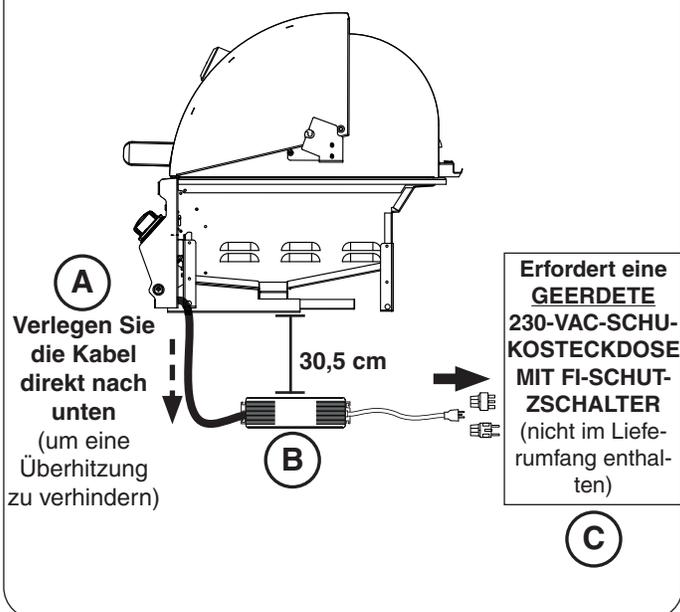

Abb. 26-1 Elektroinstallation
1. Verlegen Sie die Kabelverlängerung unter dem Bedienfeld und direkt nach unten. Dadurch wird eine Überhitzung verhindert. Verlegen Sie die Kabelverlängerung **NICHT** unter dem Grill. Siehe Abb. 26-1, A.
2. Installieren Sie die Stromversorgungsbox im Inneren des Gehäuses mit den für Ihr Gehäuse vorgesehenen Befestigungen. Sie MUSS mindestens 30,5 cm unter dem Boden des Geräts untergebracht werden. Siehe Abb. 26-1, B.
3. Schließen Sie das von der Stromversorgung kommende Kabel an eine **GEERDETE 230 VAC-Schukosteckdose** an (siehe Abb. 26-1, C). Die mit einem FI-Schutzschalter abgesicherte Steckdose muss eine **WETTERFESTE, FÜR DEN GEBRAUCH IM FREIEN ABGEDECKTE STECKDOSE** sein.